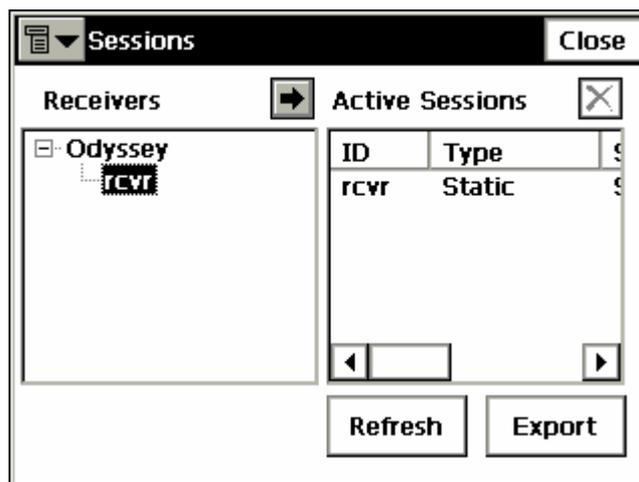

Рисунок 5-24. Сеанс
1. Чтобы экспортировать в приемник сеанс измерений, установите соединение между контроллером и приемником, затем выберите команду **Job > Export > Sessions** (Проект > Экспорт > Сеансы), откроется окно **Sessions** (Сеансы) (рис. 5-24).